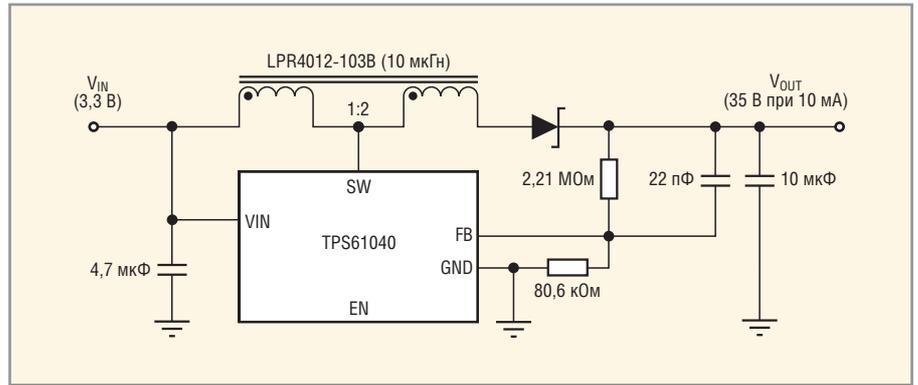

Рис. 4. ИС типа TPS61040 (TI) и катушка Coilcraft LPR4012-103B, обеспечивающие расширенное выходное напряжение
Выходное напряжение DC/DC-преобразователя с интегрированными полевыми транзисторами ограничено паспортным током переключения преобразователя. Присоединение связанной катушки индуктивности с отношением витков более 1 : 1 к выводу переключателя (SW) преобразователя может расширить эффективный диапазон выходного напряжения любого повышающего преобразователя. Например, рисунок 4 показывает ИС повышающего преобразователя TPS61040 (TI) с абсолютным максимумом паспортного тока при 30-В напряжении, обеспечивающую 35 В или более, и катушку индуктивности Coilcraft LPR4012-103B с соотношением витков 1 : 2. Когда связанная катушка индуктивности